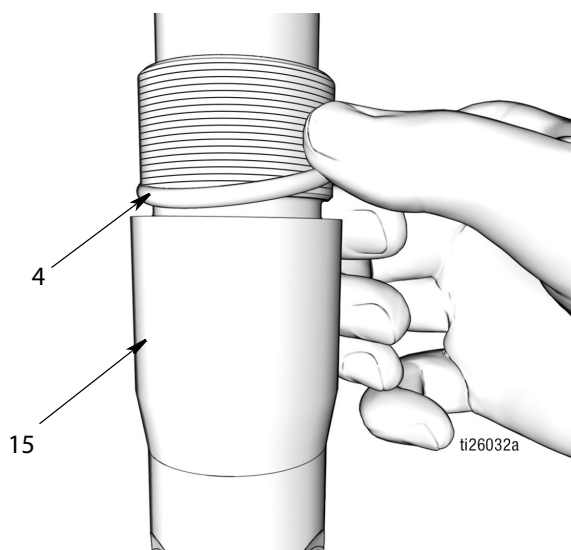

Рис. 44
- a. Используйте чистую салфетку для обтирания выпускного обратного клапана (15) и удаления любой грязи или загрязняющих веществ. Осмотрите поверхность на отсутствие любых царапин или повреждения. Замените поврежденные детали.
- b. Нанесите тонкий слой консистентной смазки на уплотнительное кольцо (4). Установите уплотнительное кольцо круглого сечения вокруг выпускного обратного клапана (15) (Рис. 44).